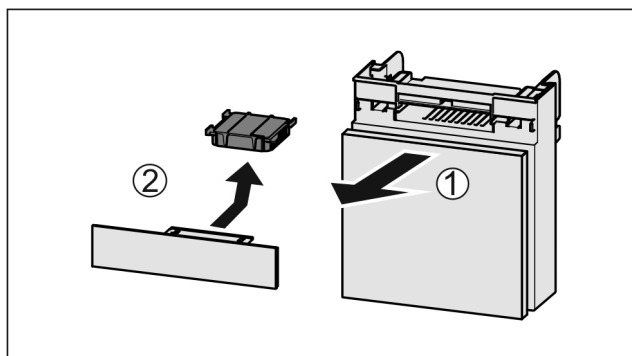

Fig. 158
- ▶ Húzza ki Fig. 158 (1) előrefelé a rekeszt.
- ▶ Vegye ki az aktív szén-szűrőt Fig. 158 (2).